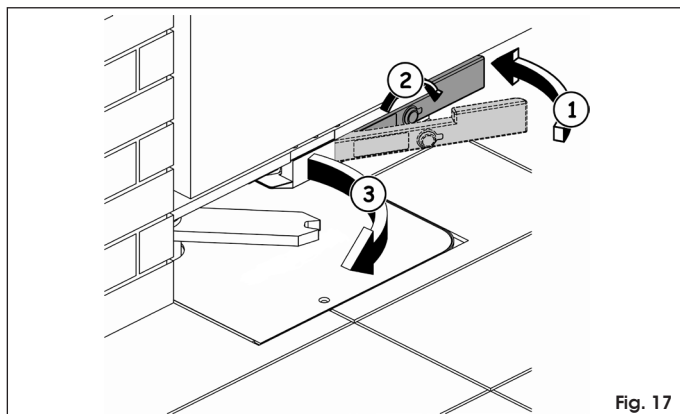

Fig. 17
- ramener la clé dans sa position de repos (Fig. 17 réf. ①)
- insérer la clé de déverrouillage dans la serrure et la tourner jusqu'à l'arrêt dans la direction opposée au piliér (Fig. 17 réf. ②)
- actionner manuellement le vantail jusqu'à l'engagement de la serrure sur la patte de blocage (Fig. 17 réf. ③)